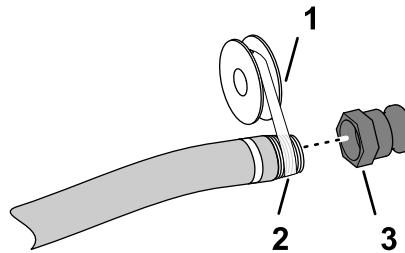

Figure 4
- Appliquer le ruban d'étanchéité au PTFE (Figure 4) sur le filetage du raccord du flexible de remplissage (NPT 1").
- Vissez le raccord rapide femelle sur le flexible de remplissage et serrez-le à la main (Figure 4).